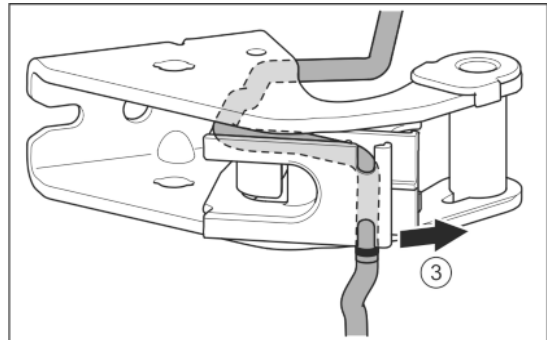

Fig. 30
- ▶ Oldja ki a vezeték a vezetősínből. Fig. 30 (3)